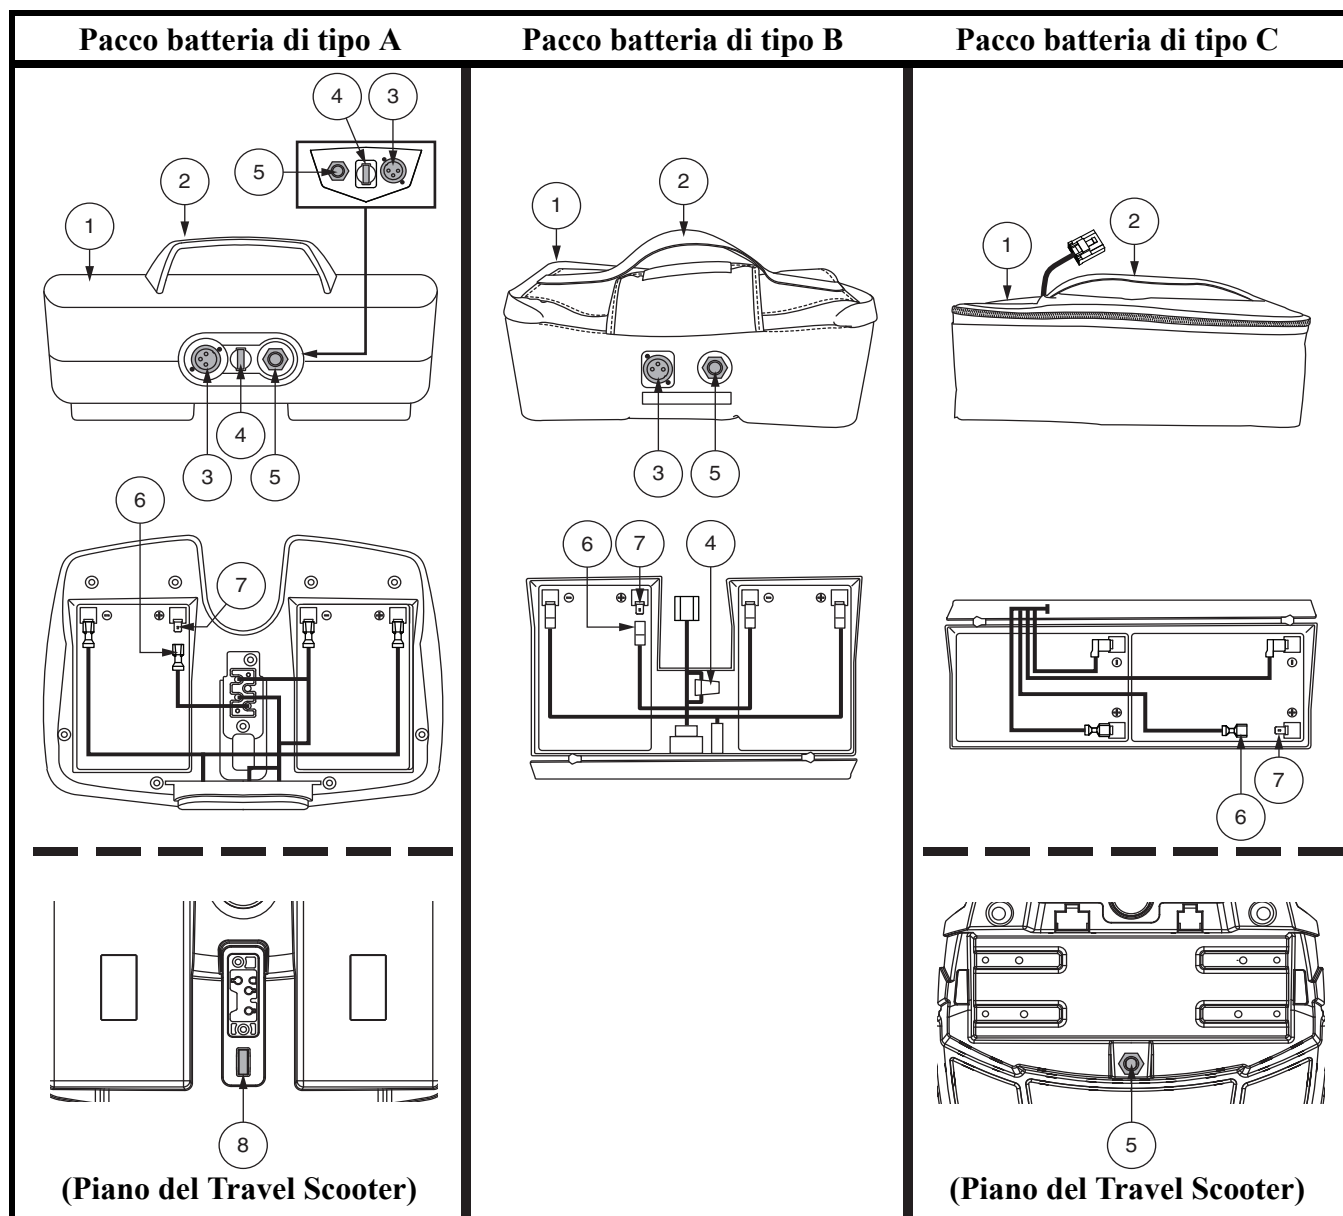

Figure 6. Gruppo batteria
- Verificare che il fusibile sul gruppo batteria sia in condizioni operative. **Vedere le figure 6 o 7.**